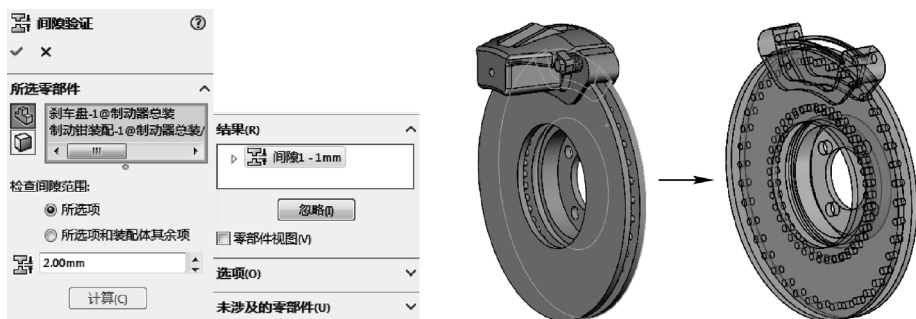

图 6-70 间隙验证操作
STEP 2 单击“装配”工具栏中的“间隙验证”按钮，在打开的“间隙验证”属性管理器中单击“选择面”按钮，然后选择制动盘一个侧面和其临近的制动片托架的面，设置“可接受的最小间隙”为“2mm”，单击“计算”按钮，查看这两个面的间距是否小于 2mm，如图 6-70 所示（由于实际间距只有 1mm，所以系统给出了提示）。